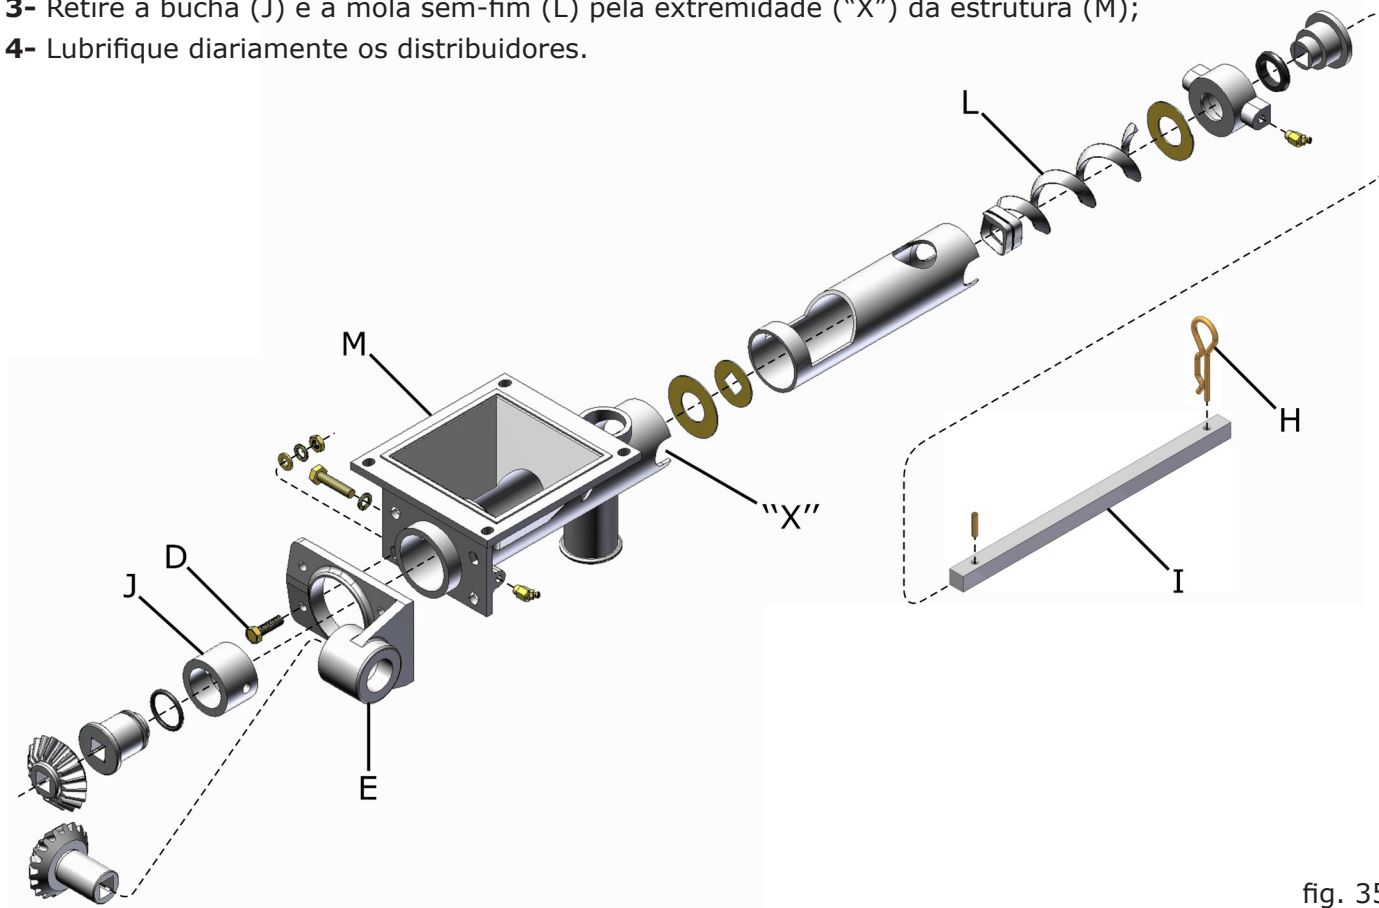

fig. 35
- 1- Desaperte os parafusos (D) (fig. 35), que fixam a base das engrenagens (E) liberando-a;
- 2- Retire o contrapino (H) e o eixo (I) no sentido do pino elástico que não precisará ser desmontado;
- 3- Retire a bucha (J) e a mola sem-fim (L) pela extremidade ("X") da estrutura (M);